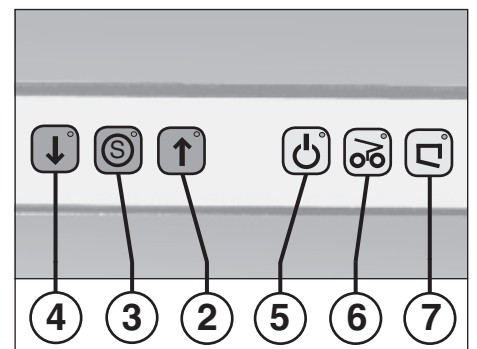

fig. 2
1. Enclencher le commutateur principal (1) (position „1“).
2. Appuyer le bouton poussoir marche avant (2) (fig. 2) et le bloc de coupe se met en marche.
- 2 = **Touche marche avant (fig. 2)**
- 3 = **Touche stop „S“ (fig. 2)**
- 4 = **Touche marche arrière (fig. 2)**
- 5 = **Voyant de contrôle (fig. 2)**